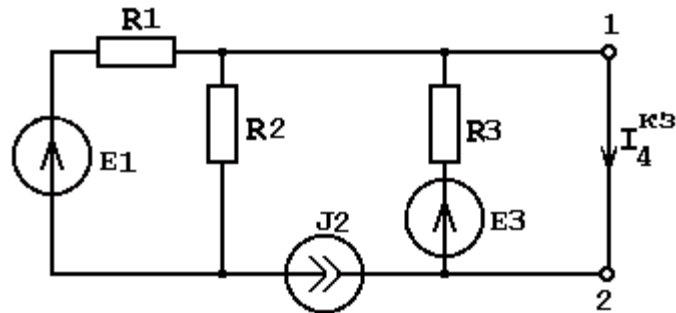
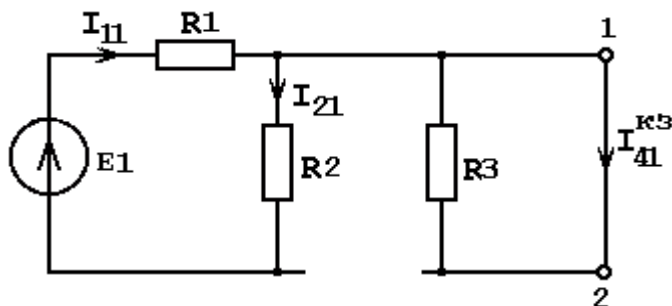
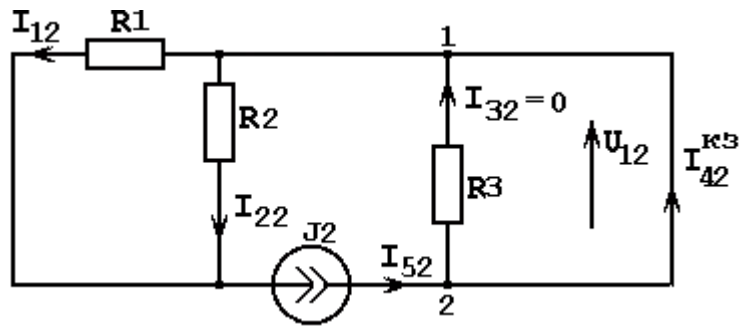

Рисунок 1.71
Рисунок 1.72
Рисунок 1.74
2.2.2. Указываем условно-положительные направления токов на схеме (рисунок 1.71).
2.2.3. Иключаем E_2 и E_3 из схемы (рисунок 1.71) и находим ток I_{41}^{K3} (рисунок 1.72)
2.2.4. Иключаем E_1 и J_2 из схемы рисунок 1.71 и определяем ток
2.2.5. Иключаем из схемы (рисунок 1.71) E_1 и E_3 и определяем ток I_{42}^{K3} (рисунок 1.74)